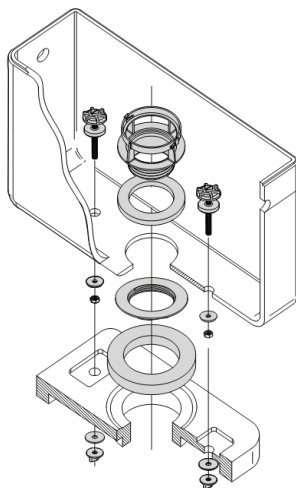

Рис.2
- установить крепёжные болты 12 в монтажные отверстия бачка согласно указанной на рис.2 последовательности (обратите внимание на необходимость промежуточного крепления болтов к бачку). Прикрепите бачок к унитазу, равномерно с обеих сторон затягивая гайки на крепёжных болтах до упора.